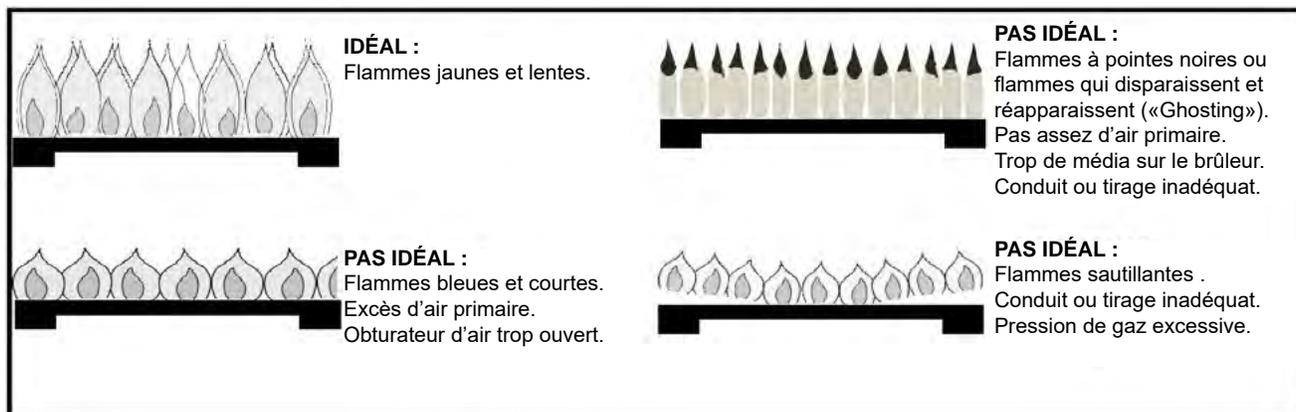
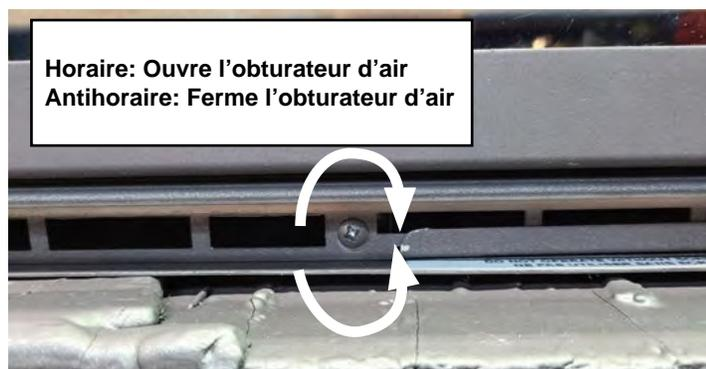

Figure 20.5.01:
Figure 20.5.02:
- Inspecter et assurer que l'allumage du brûleur principal s'effectue en moins de 4 secondes après l'ouverture de la valve à gaz principale. Les flammes devraient ressembler à celles de la **Figure 20.5.01**
Le UF0600 / UF0610 inclut un obturateur d'air situé sous le cadre vitré du foyer, servant à ajuster le débit d'air primaire pour obtenir le patron de flammes idéal, tel que montré à la **Figure 20.5.01**. Pour l'ajuster, utilisez un tournevis pour tourner la vis de réglage de l'obturateur d'air, tel que montré à la **Figure 20.5.02**. Pour ouvrir l'obturateur d'air et augmenter le débit d'air au brûleur, tourner la vis de réglage en sens horaire. Pour fermer l'obturateur d'air et réduire le débit d'air au brûleur, tourner la vis de réglage en sens antihoraire.